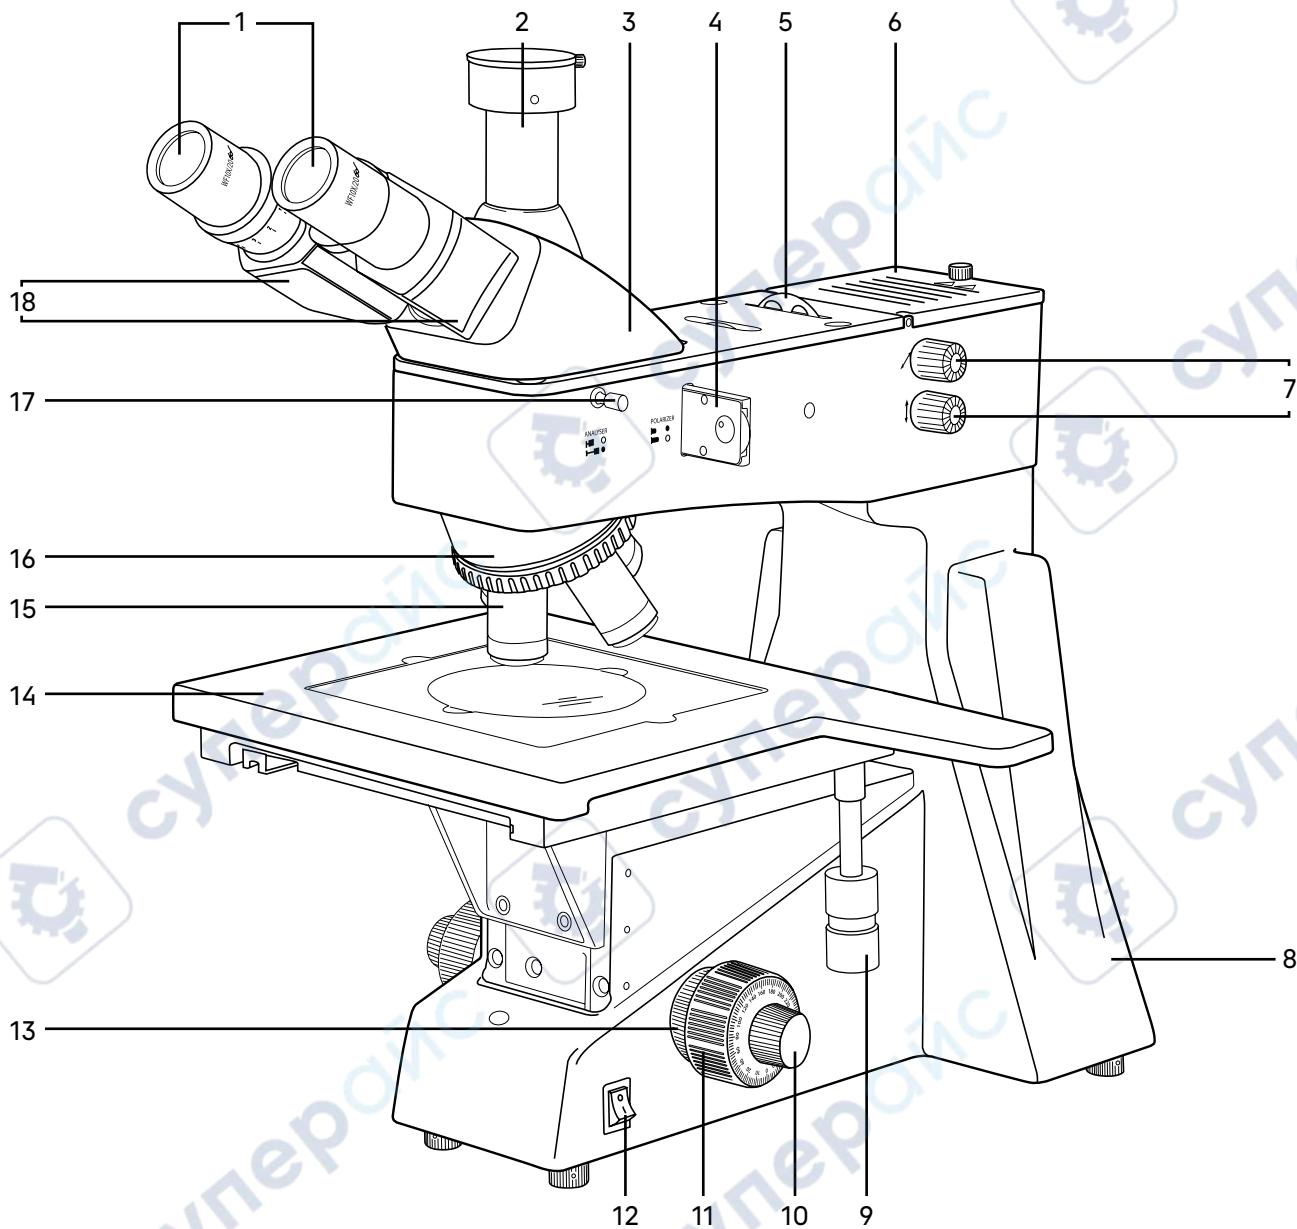
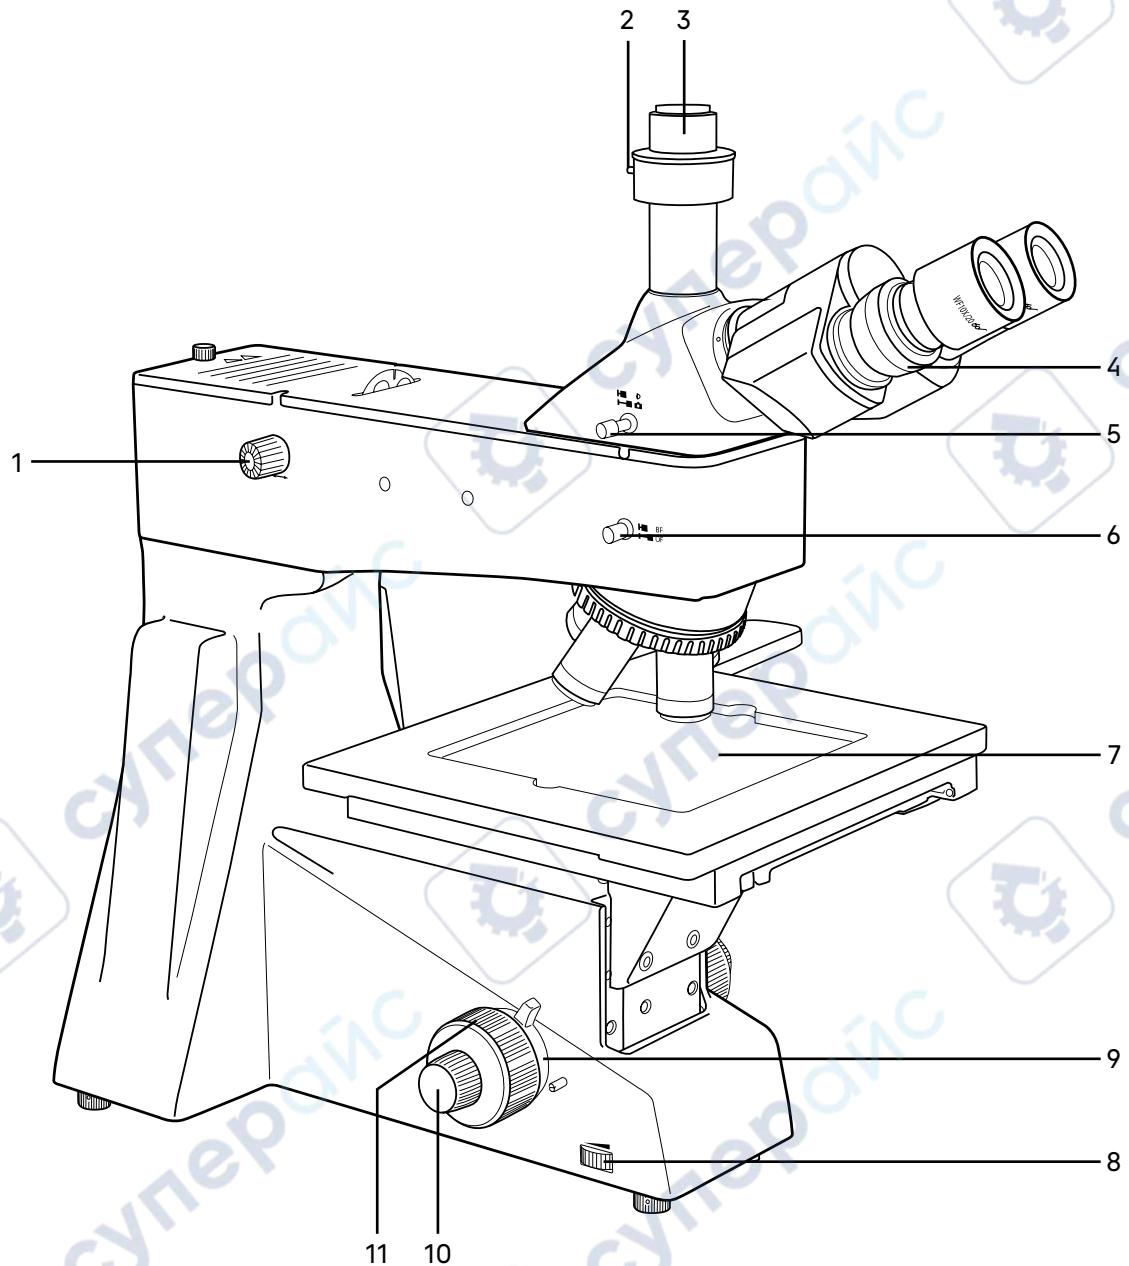

Рис. 1. Микроскоп MAGUS Metal 650. Вид справа
Рис. 2. Микроскоп MAGUS Metal 650. Вид слева
Общий вид микроскопа представлен на рис. 1 и 2.
На штативе 8 (рис. 1) закреплены:
- осветитель отраженного света 6 (рис. 1);
- предметный столик 14 (рис. 1).
На правой боковой поверхности штатива расположен выключатель 12 (рис. 1) сетевого напряжения.
На левой боковой поверхности штатива расположен диск для регулировки напряжения питания источника света 8 (рис. 2).
Фокусировка на объект осуществляется перемещением по высоте предметного столика. Грубая фокусировка производится вращением рукояток 10 (рис. 1, 2).
Тонкая фокусировка производится вращением рукояток 9 (рис. 1, 2). Тонкая фокусировка требуется для более точного фокусирования на объект и для подфокусировки микроскопа на резкость изображения при смене объективов и препаратов. Цена деления тонкой фокусировки – 0,7 мкм.
Механизм регулировки жесткости хода грубой фокусировки 13 (рис. 1) – кольцо между штативом и рукояткой грубой фокусировки с правой стороны. С помощью кольца регулируется жесткость хода грубой фокусировки так, чтобы жесткость была комфортной для пользователя, но при этом предметный столик не опускался самопроизвольно во время работы.
Механизм блокировки грубой фокусировки 9 (рис. 2) расположен с левой стороны. После завершения грубой фокусировки рекомендуется перевести рукоятку в крайнее положение в направлении по часовой стрелке. Таким образом закрепится положение грубой фокусировки для быстрой рефокусировки после смены препарата.
Тринокулярная визуальная насадка 3 (рис. 1) обеспечивает визуальное наблюдение изображения объекта.
Один из тубусов имеет механизм диоптрийной подвижки окуляров 4 (рис. 2) для компенсации аметропии глаз наблюдателя.
В вертикальный тубус 2 (рис. 1) корпуса визуальной насадки (канал визуализации) с помощью переходника C-mount 3 (рис. 2) устанавливается система визуализации с монитором. Переключение светового потока на вертикальный тубус производится рукояткой 5 (рис. 2), расположенной на левой стенке визуальной насадки. Рукоятка имеет два положения: 100/0 и 0/100.
В комплект микроскопа входят окуляры 1 (рис. 1). Окуляры имеют высокое положение выходного зрачка и предназначены для работы как в очках, так и без них.
Револьверное устройство 16 (рис. 1) обеспечивает установку пяти объективов 15 (рис. 1). Смена объективов производится вращением револьверного устройства за конусную рифленую поверхность до фиксированного положения.
Двухкоординатный механический предметный столик 14 (рис. 1) закреплен на штативе.
Перемещение столика осуществляется как при помощи рукоятки 9 (рис. 1), так и при помощи выступающей ручки на столике.
В центр столика устанавливается квадратная стеклянная вставка 7 (рис. 2). Размеры вставки: 218 x 218 мм.
Для проведения наблюдений в поляризованном свете микроскоп оснащен устройством простой поляризации, которое включает в себя встроенный анализатор 17 (рис. 1) и съемный поляризатор 4 (рис. 1). Поляризатор вращается в диапазоне 0–360°.
В комплект микроскопа входит круглая пластина со светофильтрами 5 (рис. 1). Пластина имеет 5 положений: желтый, зеленый, синий, матовый фильтры, а также свободное отверстие. Светофильтры помогают правильно настроить цветопередачу в зависимости от образца исследования, улучшить цветовой баланс и повысить контрастность и яркость изображения.